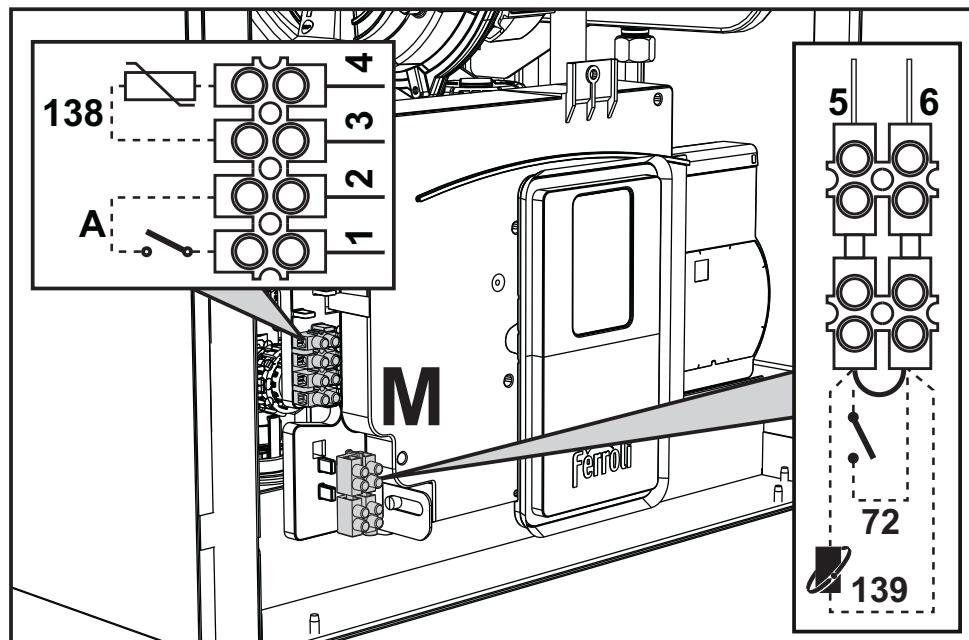

рис. 28
После снятия передней панели ("Открытие передней панели" на стр.35) можно получить доступ к клеммным колодкам (M) и предохранителю (F), следуя инструкциям, описанным ниже (и рис. 28). Клеммы, указанные в рис. 28, должны иметь чистые контакты (не 230 В). Расположение зажимов и их назначение показаны также на электрической схеме на рис. 63.
#### Конфигурация выключателя ON/OFF (A рис. 28)